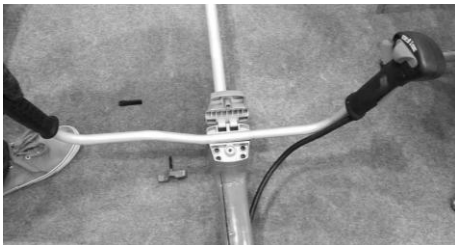

Fig. 2
- Retirez la vis papillon pour ouvrir le support de poignée (4).
- Fixez l'ensemble de la poignée en guidon au support, en vous assurant que les poignées soient orientées vers le haut (voir Fig. 2).